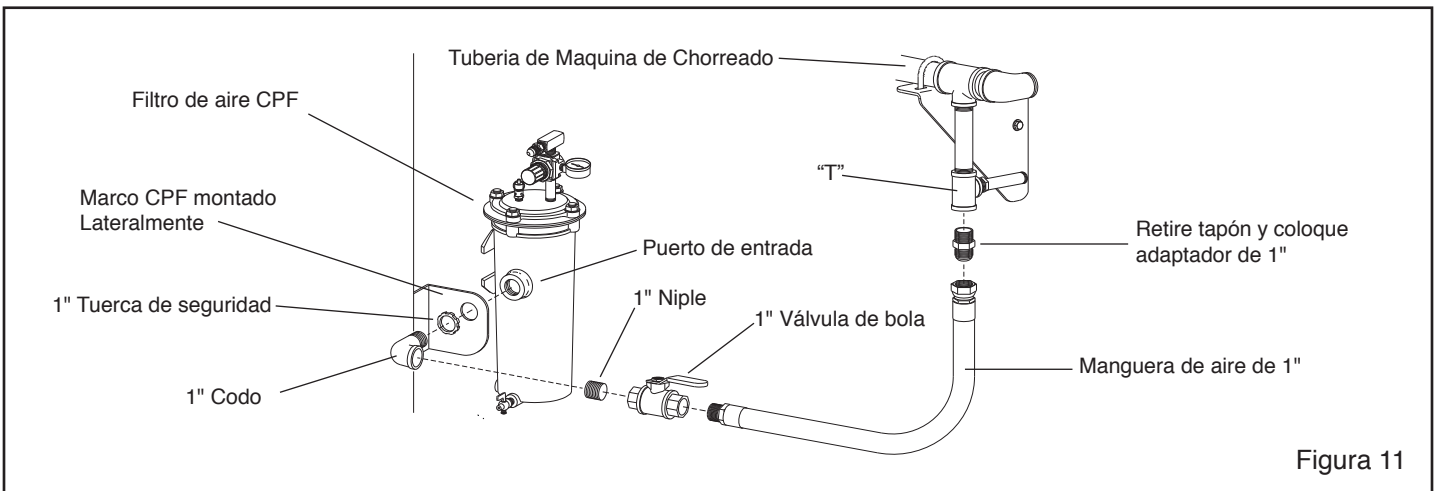

Figura 11
2.4 Conexiones de aire Respirable, Filtro CPF Opcional, Refiérase a la Figura 11.
2.4.6 Instale el niple, la válvula de bola y el extremo macho del ensamble de la manguera en el codo, como se muestra en la Figura 11.